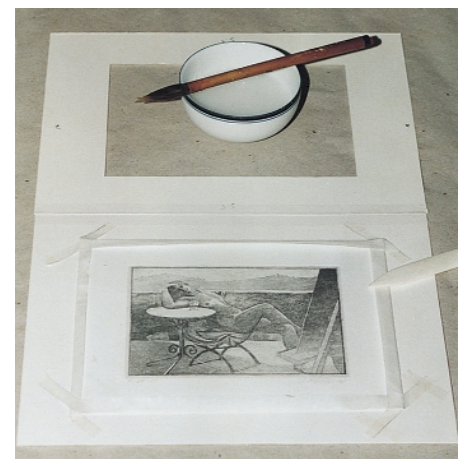

Bild 16: Montierung mittels eines vorderseitig offenen Umschlags aus Papier
10. Montierung mit gefalzten und geschlitzten Papierstreifen (Bild 16)
Hugh Phibbs, schlägt zwei weitere Methoden der Montierung vor. Im einen Fall werden Streifen aus Papier (z. B. Japanpapier, Chinapapier) längs gefaltet. Je zwei davon werden in der Nähe ihrer beiden Ende mit schlitzartigen Einschnitten versehen, durch die man die Ende der beiden anderen Streifen steckt. Die herausstehenden Enden werden quer verlaufenden Papierfalten oder mit Streifen von „Filmoplast P 90“ überklebt und dadurch auf der Rückwand festgehalten. Ähnlich ist das Verfahren, das Bild 16 vor Augen führt. Das Blatt liegt eingebettet in einem einseitig offenen Umschlag, der mittels quer verlaufenden Papierstreifen auf der Rückwand haftet, und kann jederzeit mühelos entfernt werden, ohne daß auch nur die geringste Beschädigung dabei entsteht. Die beiden amerikanischen Verfahren werden demnächst in einem separaten Artikel im Detail dargestellt.